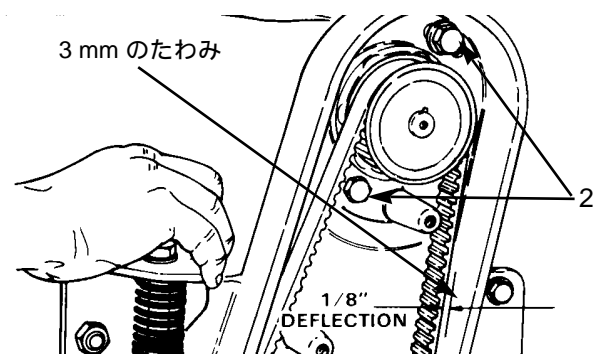

図12
4. リール・モータのフランジに固定ボルト(2本)を通す(頭がハウジングの内側、平ワッシャは上のボルトに付く。)ロックナットを通し、リール・モータをスロットの上に押しつけてベルトに張りを与えながら固定する(図12)。締めつけトルクは約3.45 kg.m (34 N.m)です。
注: ベルトのたわみを見て張りの確認をします。3 kgの力で押した時に3 mm程度のたわみがあれば適正です(図12)